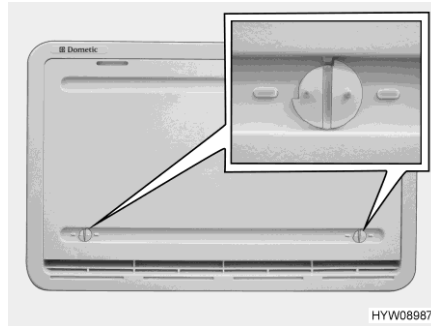

Fig. 163 Protection hivernale
Quand le réfrigérateur doit être utilisé à basses températures extérieures, le fabricant recommande d'employer une protection hivernale (Fig. 163) pour ses grilles d'aération du réfrigérateur.
- Ouvrir les deux dispositifs de verrouillage (Fig. 163) (la rainure est à l'horizontale).